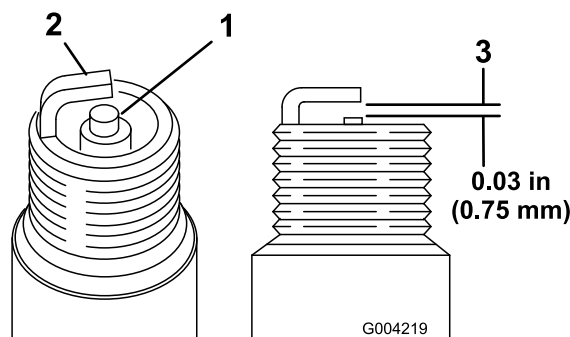

图16
1. 查看两个火花塞的中心 图16。如果您看到绝缘体上有浅棕色或浅灰色涂层、说明发动机运行正常。如果绝缘体上的涂层为黑色、则通常意味着空气滤清器已变脏。
2. 检查中心电极与侧电极之间的间隙 图16。
3. 如果气隙不正确请弯转侧电极图16。